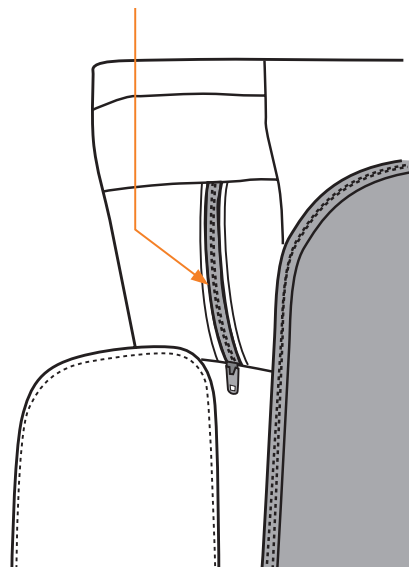

Fig.23
1. Ubique el bolsillo de cremallera en la parte posterior de la almohadilla del cuerpo en el área del hombro izquierdo (Fig.23).